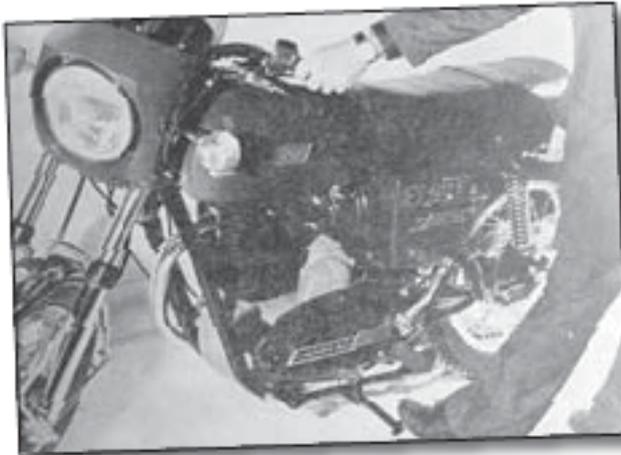

fig. 14
- 2) Se coge la moto con una mano por el manillar y con la otra por el asidero del cuadro, al mismo tiempo que con el pie se mantiene la punta del caballete en el suelo (fig. 14)
La motocicleta lleva incorporado de serie un caballete lateral (fig. 14) Para accionarlo sólo hay que abrirlo con el pie hasta el tope y dejar caer la moto sobre el lado izquierdo hasta que la punta del caballete toque el suelo. Para levantarlo se da un golpe de tacón en la punta del caballete y se doblará solo siempre que se haya levantado la moto de la posición inclinada. Si se olvidara de recogerlo, al poner la moto en marcha e inclinarla ligeramente en marcha hacia la izquierda, también se recogería solo.